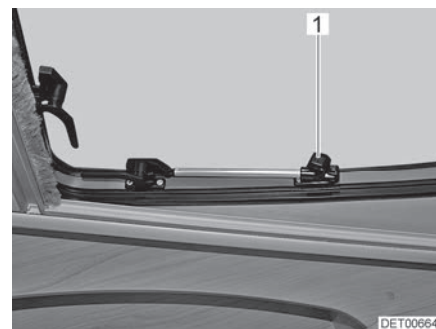

Fig. 69 Tragaluz con soportes giratorios, abierta
- Abrir el tragaluz hasta la posición deseada y fijarlo con el botón moleteado (Fig. 69,1).
- Girar el botón moleteado (Fig. 69,1) hasta que se libere el bloqueo.